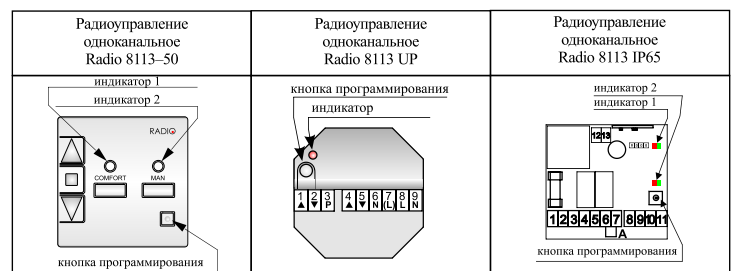

Рисунок 3. Крепление устройства
- Придерживая рукой рамку и адаптер, защелкните корпус устройства на крепежной рамке (см. рис. 3).